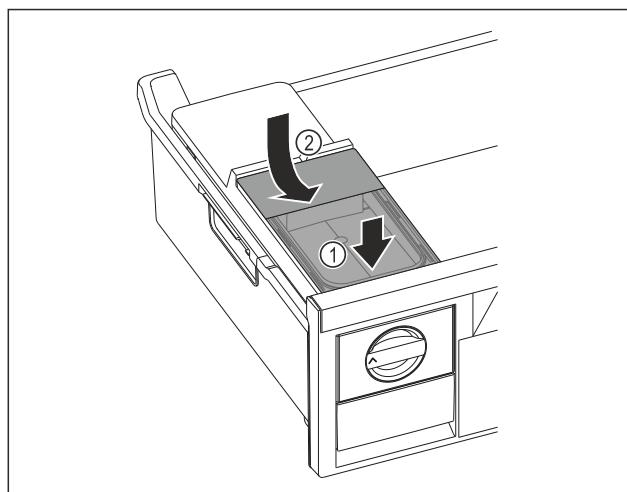

Fig. 127
- Установите бак для воды спереди. Fig. 127 (1)
- Опустить бак для воды сзади. Fig. 127 (2)